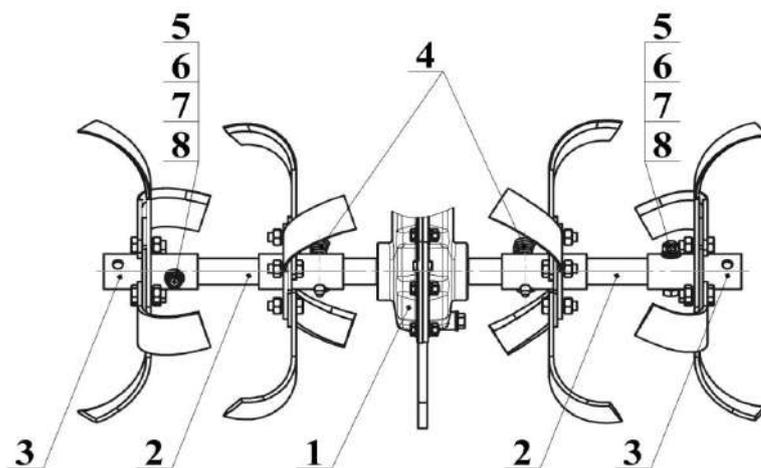

Рисунок 9 – Культиватор
Культиватор состоит из двух фрез 2 (левой и правой) и двух фрез 3 (левой и правой), соединенных попарно болтами 5, гайками 6, шайбами 7 и 8 (рисунок 9).
- вставьте фрезу 2 (рисунок 9) во втулку фрезы 3, совместив отверстие фрезы 2 с отверстием во втулке фрезы 3, вставьте болт 5 и зафиксируйте его гайкой 6 с шайбами 7, 8;